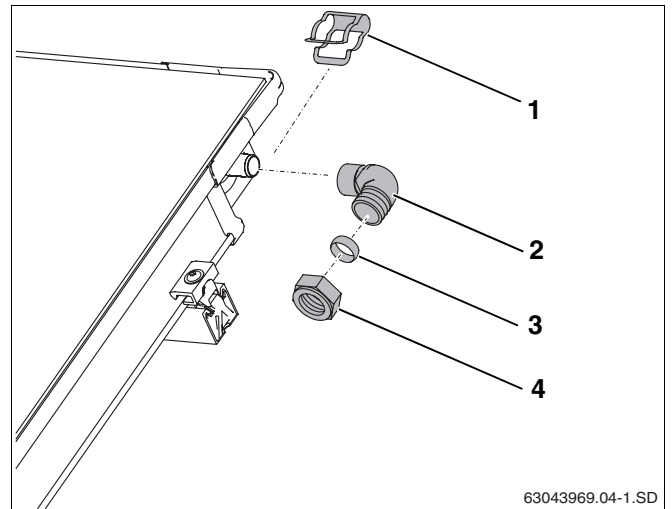

Fig. 56 Montaje de la tubería de impulsión (sin purgador en el tejado)
- ▶ Ajuste el ángulo (fig. 56, **pos. 2**) con el anillo de unión y la tuerca de racor a la conexión del colector.
- ▶ Asegure el ángulo con una abrazadera (fig. 56, **pos. 1**).